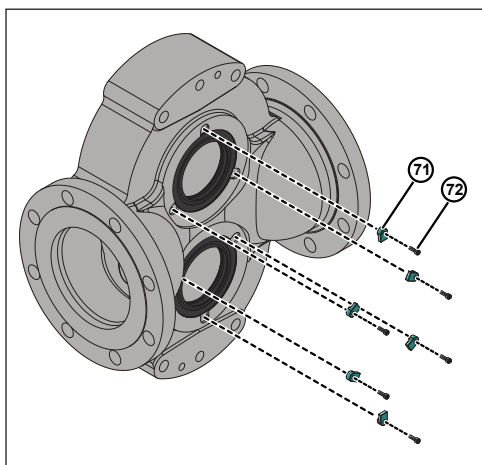

Figure 113 - Dépose des vis et de la languette de retenue
2. Retirez tous les boulons (72) et les languettes de retenue (71) du corps de pompe, comme illustré à la figure 113. Cette opération s'applique au modèle 220-320.